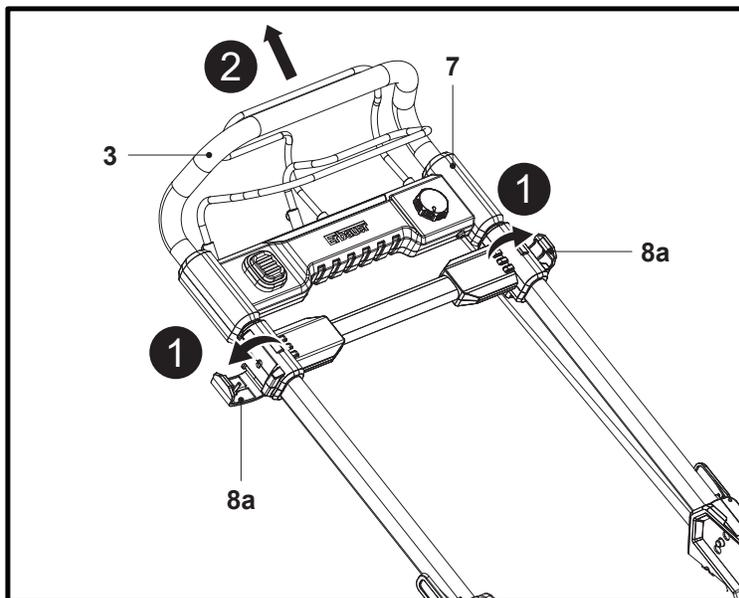

Fig. 3
**AVERTISSEMENT ! S'ASSURER QUE LES DEUX LEVIERS DE VERROUILLAGE (10) SONT FIXÉS CORRECTEMENT AVANT D'UTILISER LE PRODUIT.**
**REMARQUE** : lors du premier assemblage, fixer le guidon à l'aide des deux leviers de verrouillage (10) dans la position centrale du mécanisme de réglage de l'inclinaison. S'assurer que le guidon est monté à la même hauteur des deux côtés.
4. Ouvrir les deux leviers de serrage (8a), puis saisir le guidon (3) et tirer progressivement le guidon supérieur (7) jusqu'à entendre un déclic (Fig. 3, étapes 1, 2).